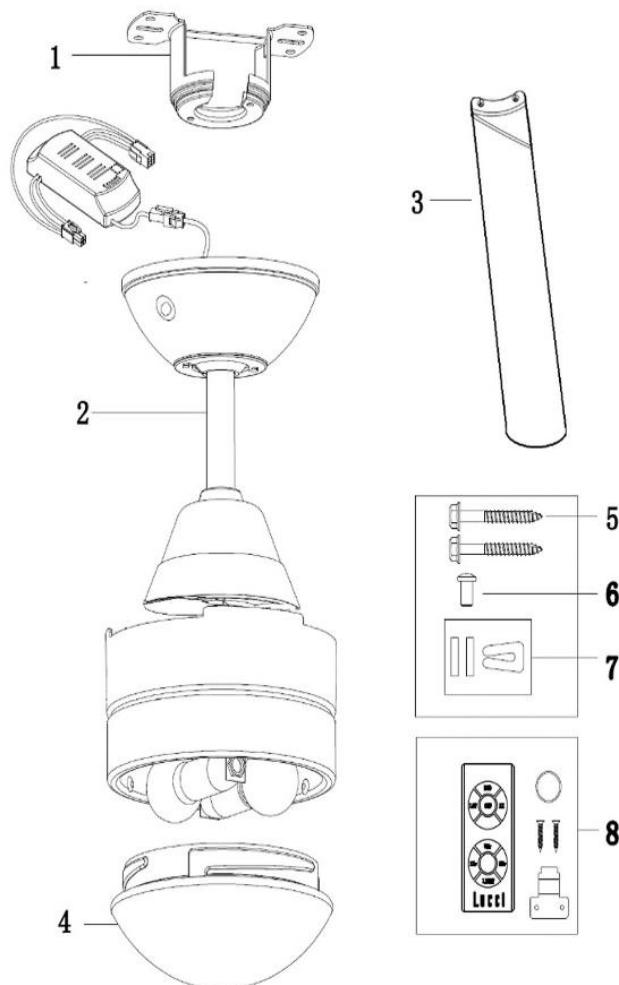

Abb. 1
- Packen Sie den Lüfter aus und identifizieren Sie die Teile sorgfältig. Beachten Sie Abb. 1.